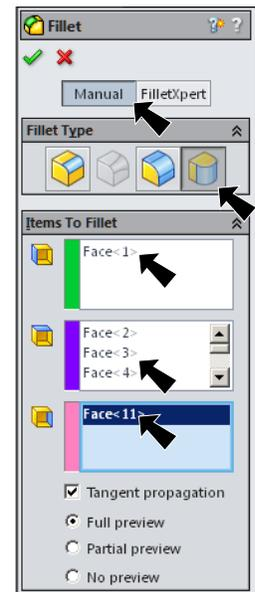

Fig. 14
select **Manual**, **Fig. 14**
**Center Face Set**  box, **Fig. 14**